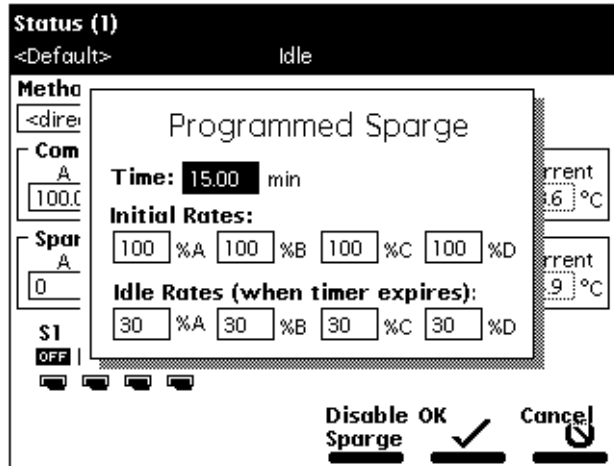

图 4-13 已设定喷射对话框
2. 选择 **Program Sparge（设定喷射）** 选项，然后按 **Enter**。出现 Programmed Sparge（已设定喷射）对话框（图 4-13）。